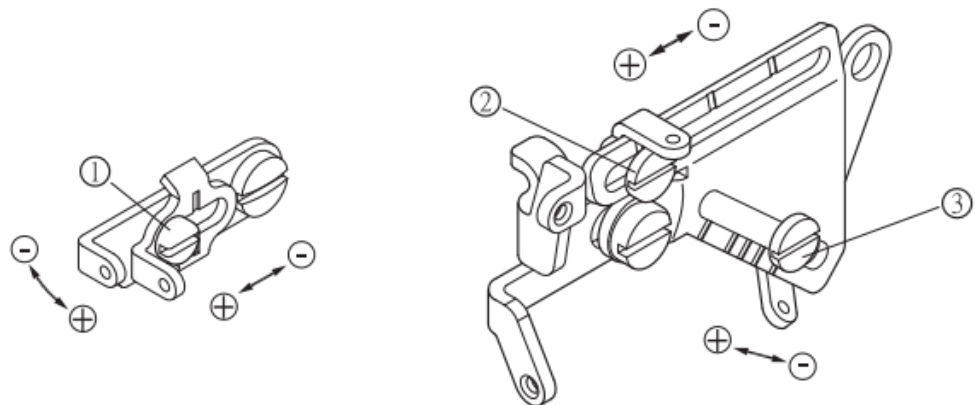

Рис.16
3. Контроль нити петлителя. (Рис. 16)